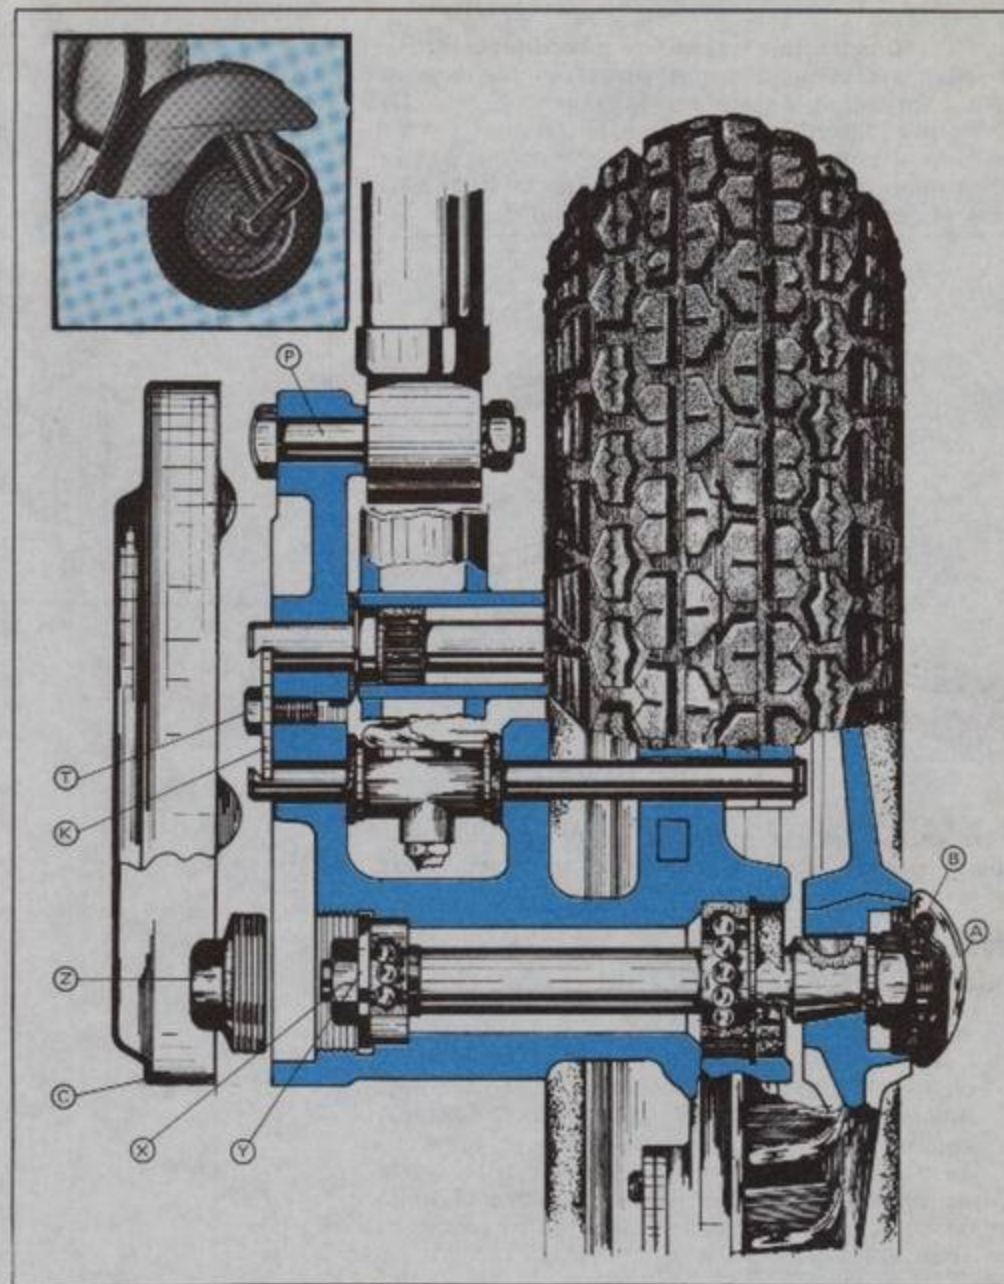

Fig. 49
Fig. 49. **Desmontaje del tambor del freno delantero:** Quitar, actuando con un destornillador, el guardapolvo (A), extraer la grupilla (B), desenroscar con llave 22 la tuerca de sujeción del tambor y quitar la arandela plana. Seguidamente desmontar el tambor del freno delantero (\*\*).
- Soltar las transmisiones (freno y toma cuenta-kilómetros), el amortiguador por medio del perno (P), después quitar el tornillo (T) para desmontar la plaquita elástica (K), que fija ambos ejes (\*) [eje buje (1) y eje soporte cubo]. Cuidar que al remontaje todas las piezas vayan en sus lugares correspondientes, pues de ello depende el perfecto funcionamiento del sistema.
- (Fig. 49). Desenroscar la tuerca (Z); bloquear el eje y desmontar la tuerca (X); extraer la arandela (Y).